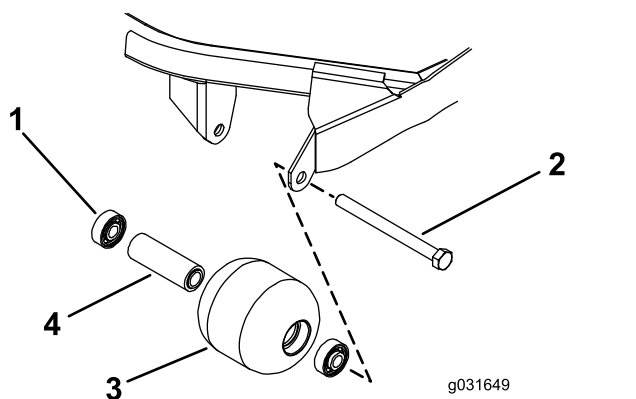

Figure 73
1. Retirez le boulon de fixation du galet (Figure 73).
4. Vérifiez l'état du logement de roulements, des roulements et de la douille d'écartement (Figure 73).
premier roulement dans le logement du galet (Figure 73).
2. Insérez l'entretoise (Figure 73).
3. En exerçant une pression uniquement sur la bague extérieure ou uniformément sur les bagues intérieure et extérieure, poussez le second roulement dans le logement du galet jusqu'à ce qu'il rencontre l'entretoise (Figure 73).